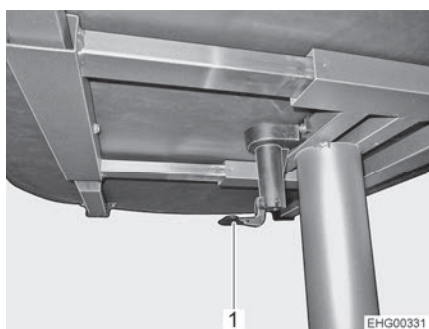

Fig. 85 Table à hauteur réglable
- Rabattre le levier du verrouillage central de la table (Fig. 85,1) vers le bas.